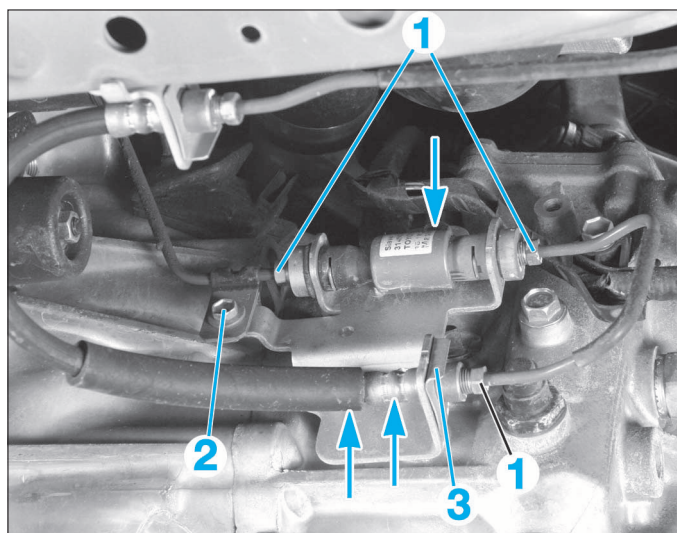

FIG. 9
- Débrancher les trois canalisations (1) et la vis (2) (fig. 9).
- Déposer le clip (3) et détacher le flexible de l'accumulateur d'embrayage.